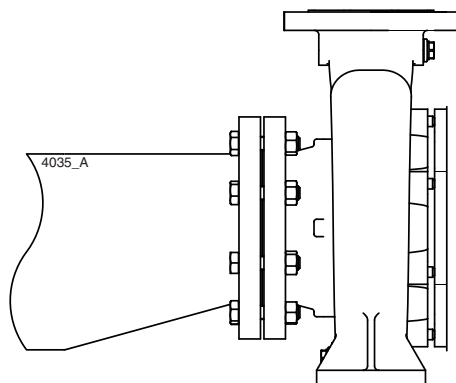

Рисунок 7: Эксцентричный переходной патрубок для фланца всасывания
- Сечение всасывающей трубы должно иметь достаточные размеры. Эта труба должна быть максимально короткой и подходить к насосу таким образом, чтобы исключить образование воздушных пробок. Если это невозможно, в самой верхней точке трубы следует предусмотреть устройство для выпуска воздуха. Если внутренний диаметр всасывающей трубы превышает размер всасывающего патрубка насоса, для предотвращения воздушных пробок и завихрений необходимо использовать эксцентричный переходной патрубок. См. Рисунок 7.